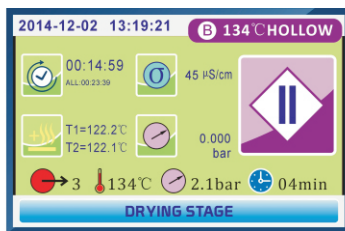

Fig.5.3-14
5.3.1.11. DRYING STAGE(Fig.5.3-14)